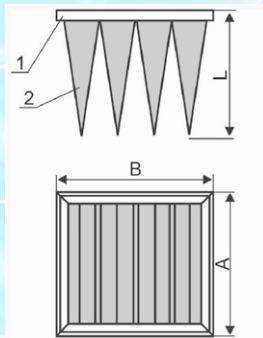

Рис.1 Схема фильтра ФЯК
Фильтры (рис. 1) состоят из металлической или пластиковой рамки (1) и фильтрующего материала, соединенного в виде карманов (2). Противоположные поверхности карманов стянуты ограничителями, что препятствует их сильному раздуванию и слипанию смежных карманов. Фильтры ФЯК также могут устанавливаться в секцию карманных фильтров типа СКФ (см. каталог ООО "НПП "ФОЛТЕР", www.folter.ru).